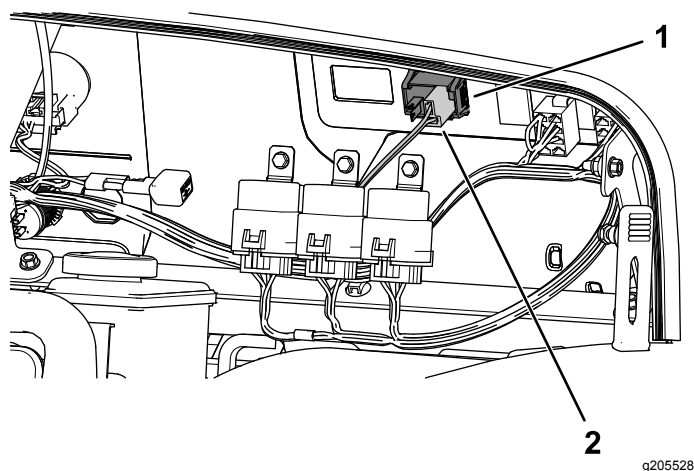
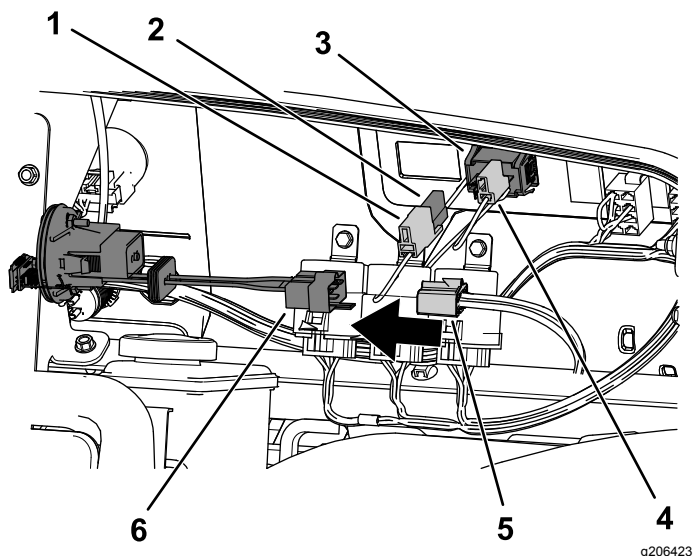

Рисунок 2
Рисунок 3
1. Отсоедините установленный охватывающий 2-гнездовой разъем от установленного счетчика моточасов и вставьте его в охватываемый 2-штыревой разъем на жгute проводки беспроводного счетчика моточасов (Рисунок 2 и Рисунок 3).
2. Подсоедините охватывающий 2-гнездовой разъем на жгute проводки беспроводного счетчика моточасов к установленному счетчику моточасов (Рисунок 3).
3. Подсоедините охватывающий 6-гнездовой разъем к новому беспроводному счетчику моточасов (Рисунок 3).